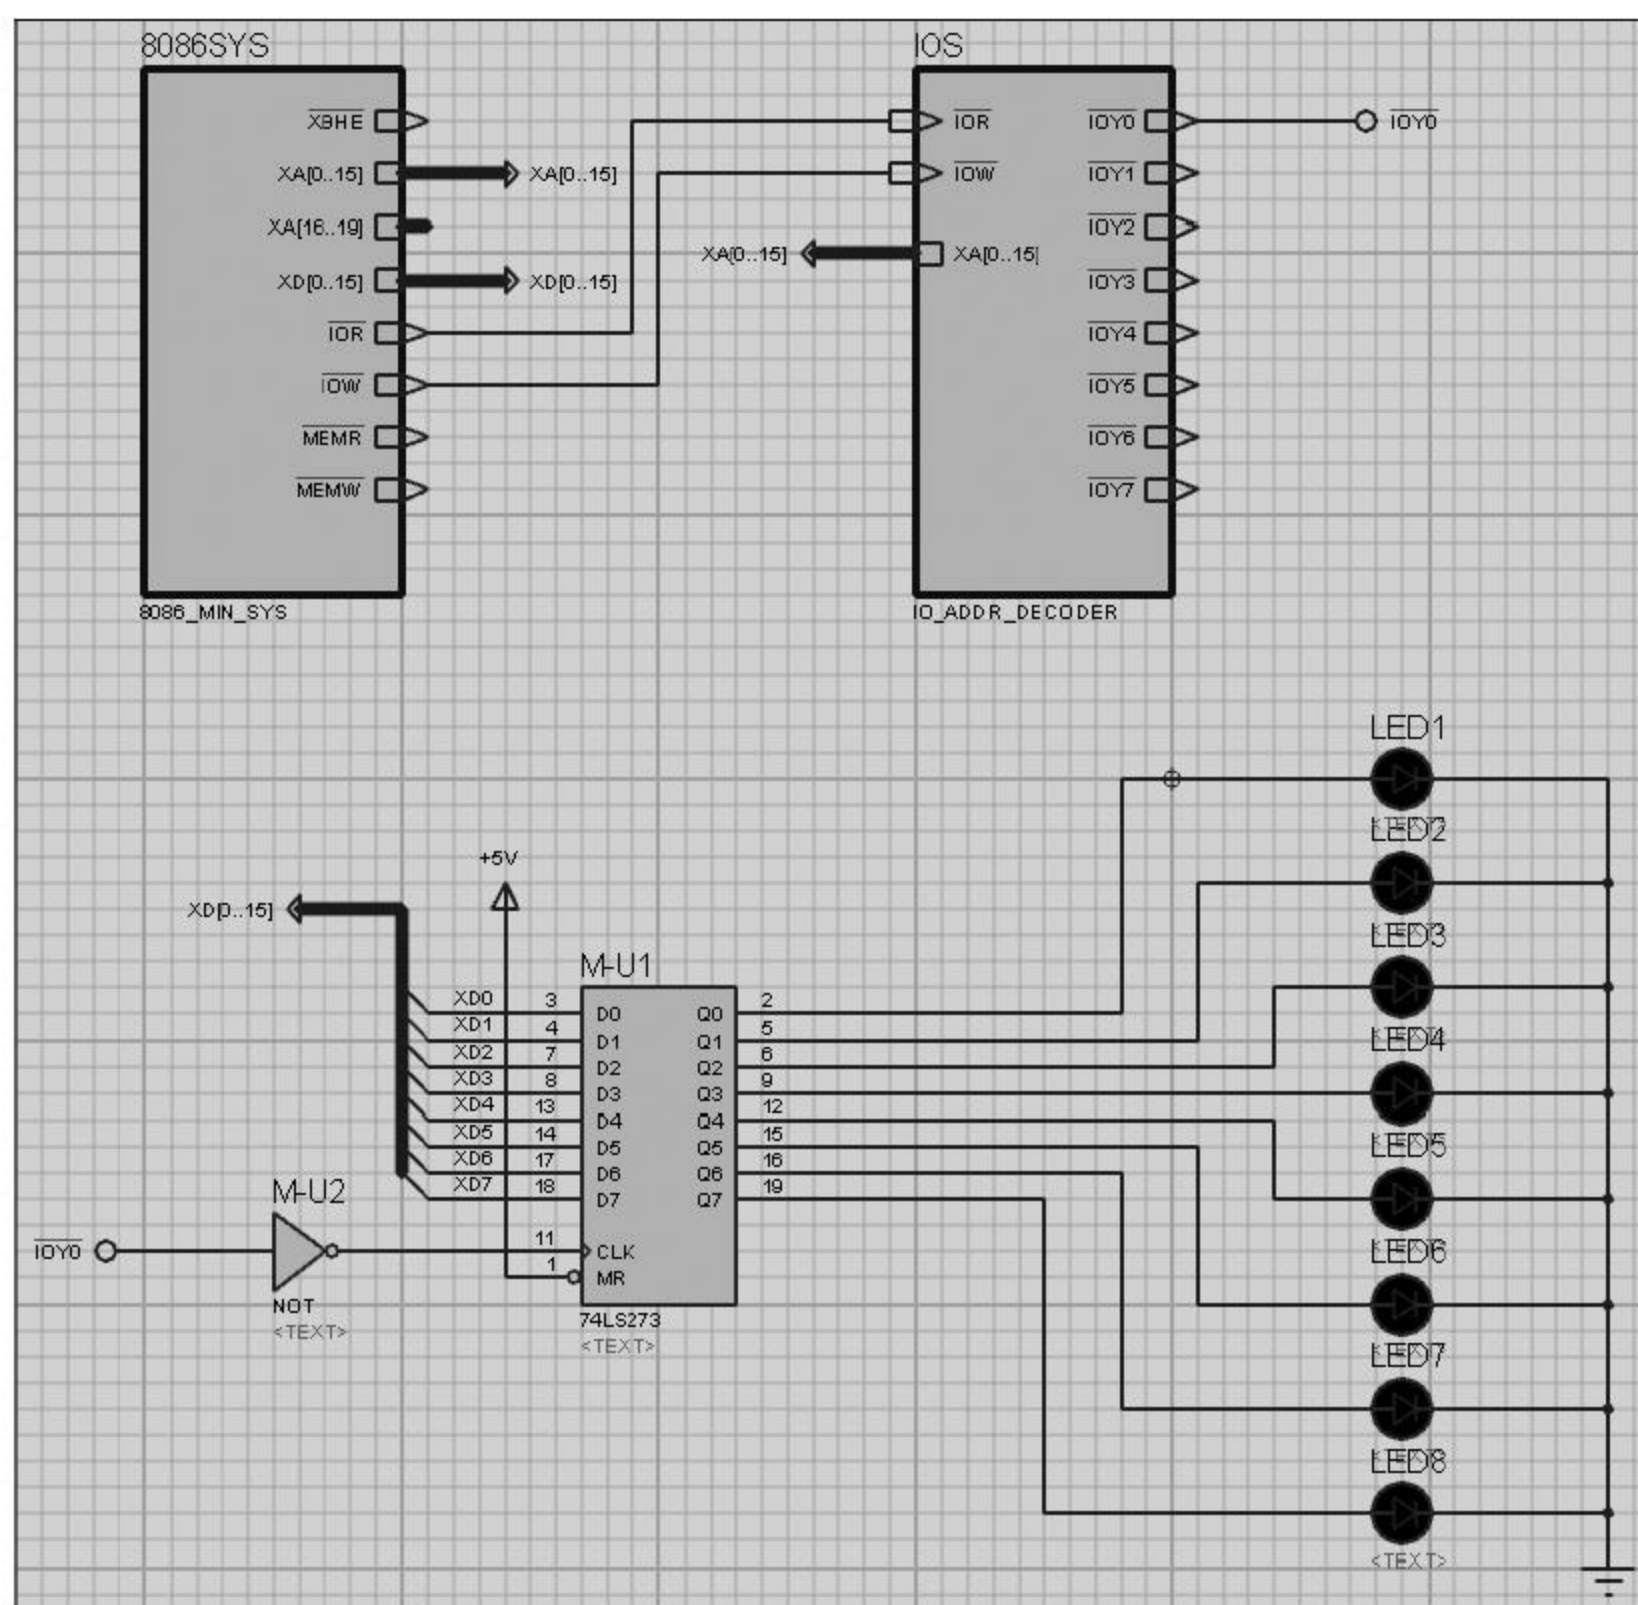

图 10-17 8086 最小系统构建和 I/O 地址译码实验电路图
(1) 将 8086.DSN 复制一个副本,重命名为 lab1.DSN。
(2) 重新启动 Proteus ISIS。单击工具栏上的“打开设计”按钮,选择 lab1.DSN。
(3) 单击工具栏上的“导入区域”按钮,选择 IOS_M_SEC(I/O 地址译码模块框图),将其放置到合适的地方。然后在模块框图上右击,在弹出的快捷菜单中选择“转到子页面”,这时 ISIS 加载一个空白的子图页面,单击工具栏上的“导入区域”按钮,选择 IOS_S_SEC(I/O 地址译码子电路),将子电路放置在合适的地方,最后在子页面空白处右击,在弹出的快捷菜单中选择“退出到父页面”。
(4) 按图 10-17 所示对两个模块进行连线,并绘制测试用辅助电路。